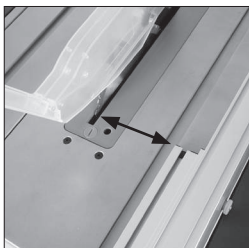

Abb. 45
- Wir empfehlen, dass Sie die Rückseite der Parallelanschlag-Frontplatte mit der Vorderseite des Sägeblatts abstimmen (Abb. 45).